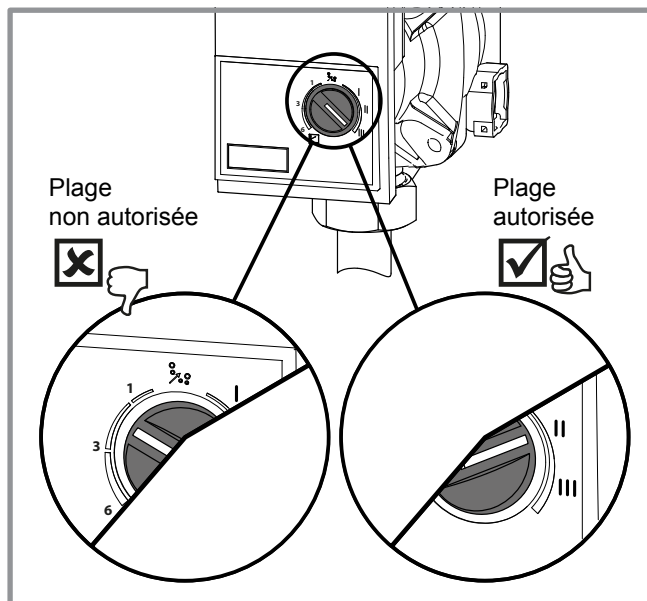

figure 32 - effinox condens 5000
- Vérifier la vitesse du circulateur **effinox condens 5000** => selon *figure 32*, réglage II ou III selon besoin.